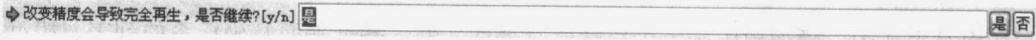

图 1-12 提示信息
④ 改变了精度值后，系统会在消息区显示图 1-12 所示的提示信息。单击右侧的 ☒ 按钮，系统将再生零件。